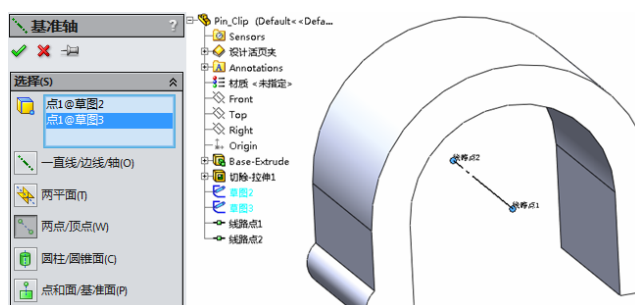

图 17-32 基准轴
(5) 单击“参考几何体”工具栏中的“基准轴”按钮,在两个线路点之间添加一个轴,然后单击“确定”按钮创建基准轴,如图 17-32 所示。
(6) 保存零件。